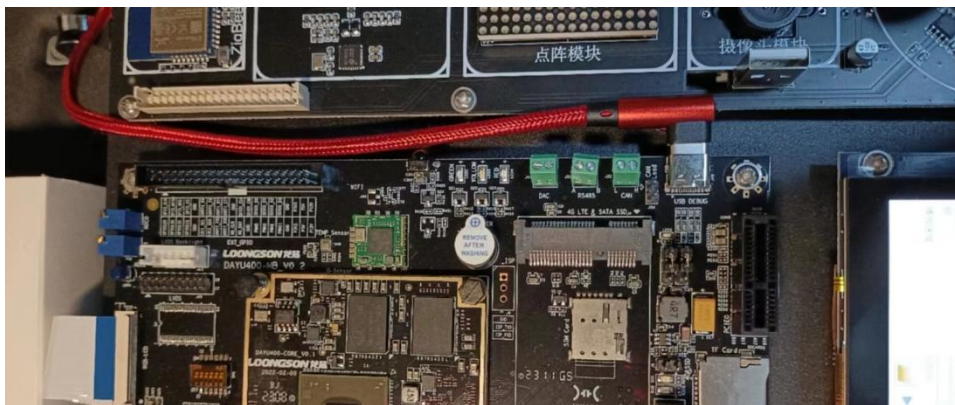

图 3-1 USB DEBUG 接口连接图
- (1) 下载安装 MobaXterm (Windows) 或 Minicom (Linux)
- (2) 用 UART-USB 线将实验箱与电脑连接，分别接在实验箱的 USB DEBUG 接口和电脑的 USB 接口，如图 3-1 所示。